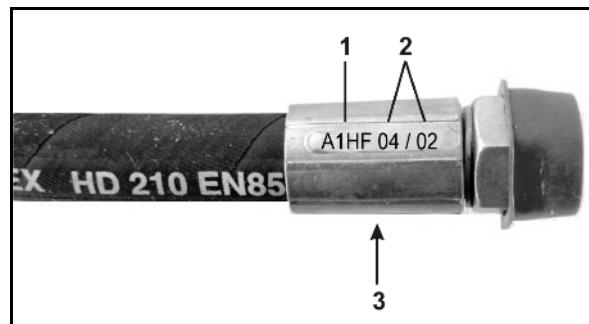

Fig. 55
2. Skru av magnetkappen (Fig. 55/1)
3. Fjern magnetspolen (Fig. 55/2)
4. Skru ut ventilstangen (Fig. 55/3) med ventisetene og rengjør med trykkluft eller hydraulikkolje.